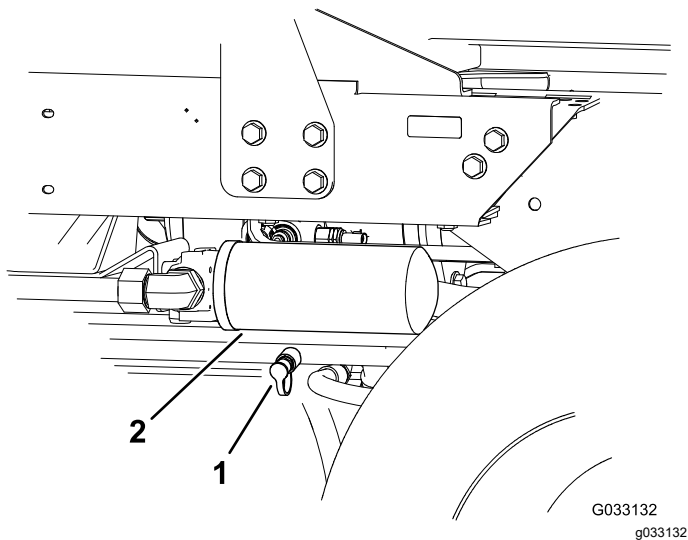

**Figure 43**
- Coupleur (ref. Toro 95-0985) (2)
- Raccord hydraulique (ref. Toro 340-77) (2)
1. Montez un raccord de diagnostic dans l'orifice non identifié situé entre les orifices M8 et P2 sur le collecteur de déplacement arrière (Figure 43).